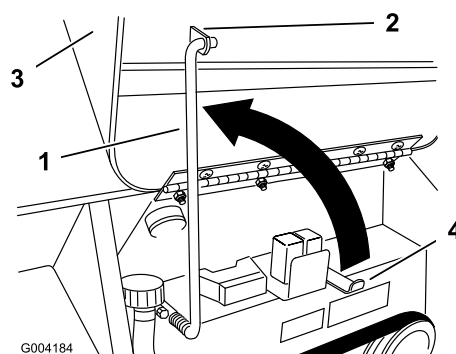

Figura 23
3. Suba la varilla de soporte y engánchela en el soporte del capó (Figura 23).